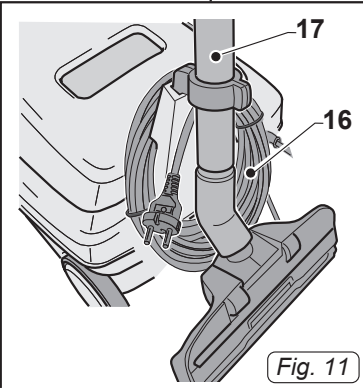

Fig. 11
- Avvolgere il cavo (16 Fig.11) e agganciarlo nell'apposita sede quindi agganciare il tubo rigido (17 Fig.11) nell'apposito incastro.